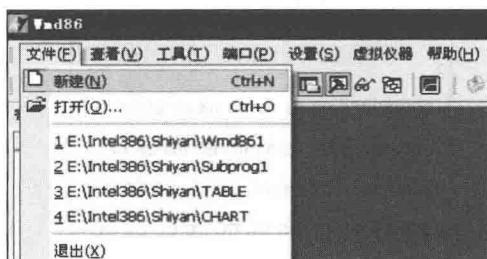

图 1.1.2 新建文档操作
3) 语言选好后，单击“新建”或按 Ctrl+N 组合键来新建一个文档，如图 1.1.2 所示。默认文件名为 Wmd861。